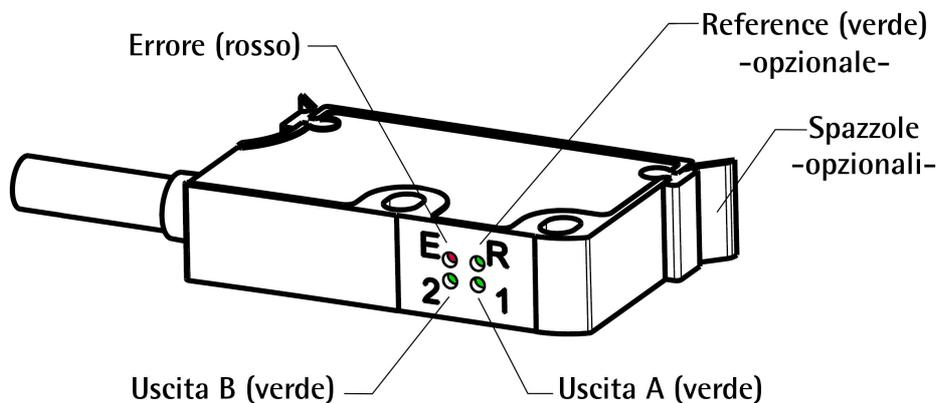

Figura 8 - LED di diagnostica e spazzole opzionali
4.11 LED di diagnostica (Figura 8)
Elenchiamo di seguito le cause tipiche di malfunzionamento riscontrabili durante l'installazione o l'uso del sistema di misura lineare magnetico. Riferirsi anche alla sezione "4.11 LED di diagnostica (Figura 8)" a pagina 25.